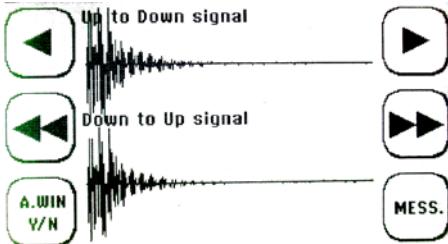

Abbildung 27: Wandler angeschlossen, kein akustischer Kontakt (ohne Magnalube)
- 6) Im Gegensatz dazu sind bei defekten Ultraschallwandler oder Signalleitungen sofort ab Messfensterbeginn NUR die Relikte der Sendesignale zu sehen. Die Signalausprägung bewegt sich zwischen Abbildung 27 und Abbildung 28. Sendesignalrelikte können auch bei korrekt funktionierenden Wandlern auftauchen, sind dann jedoch klein im Vergleich zu den Nutzsignalen.